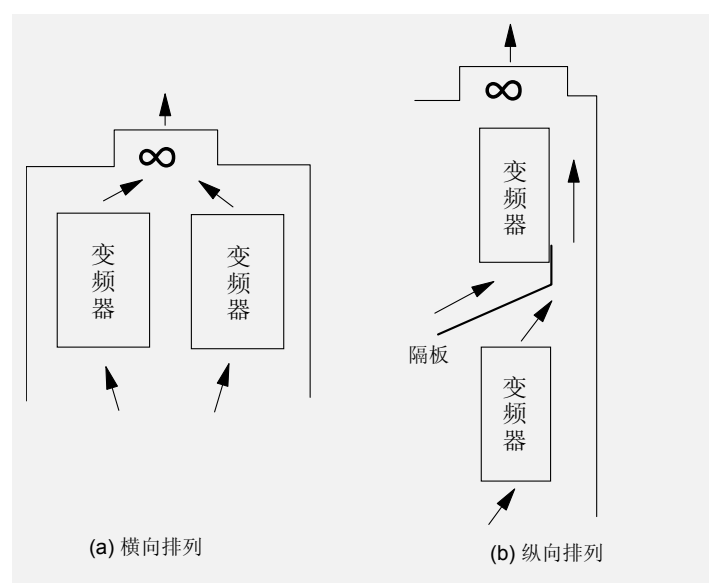

图3-3 多台变频器的柜式安装
- 3、当一个控制柜内安装两台或两台以上变频器时，应尽量横向并排安装，如图3-3(a)所示，如必须纵向安装，应在两台变频器之间加一块隔板，以免下面变频器排出的热风进入上面变频器，影响上变频器的散热，如图3-3(b)所示。